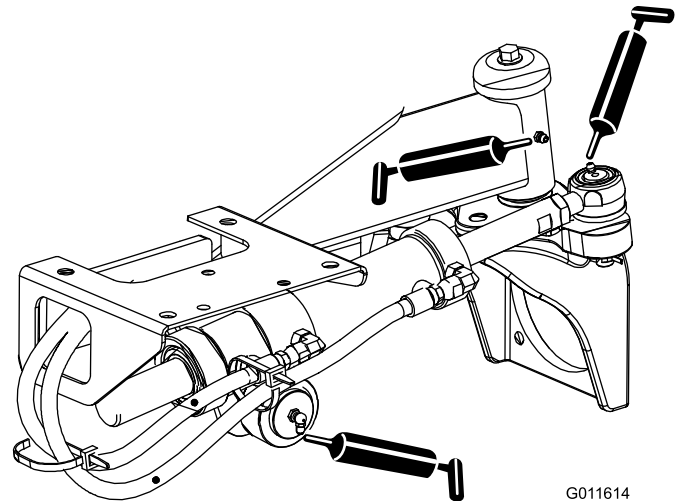

Bild 36
- Lenkzylinder-Kugelgelenke (2) und Hinterachse (1) (Bild 36)